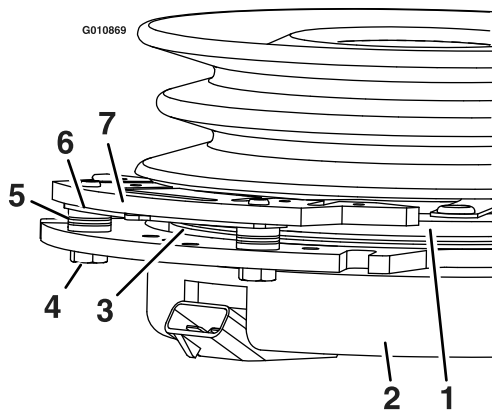

**Bild 67**
3. Entfernen Sie den Staubdeckel vom Laufrad und ziehen Sie die Sicherungsmutter an (Bild 67).
4. Ziehen Sie die Mutter so weit an, bis die Federscheiben flach sind. Drehen Sie dann 1/4 Drehung zurück, damit Sie die Vorlast korrekt auf die Lager verteilen können (Bild 67).
- Wichtig:** Achten Sie darauf, dass die Federscheiben richtig eingesetzt sind, siehe Bild 67.
5. Setzen Sie den Staubdeckel auf (Bild 67).